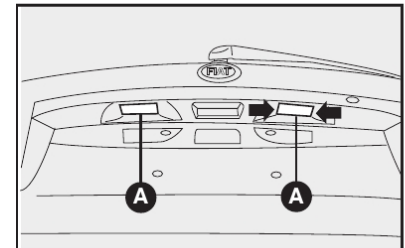

fig. 32
LUZ DE PLACA - figs. 32 e 33
1) retirar os refletores **A-fig. 32** utilizando uma chave de fenda nos pontos indicados pelas setas;